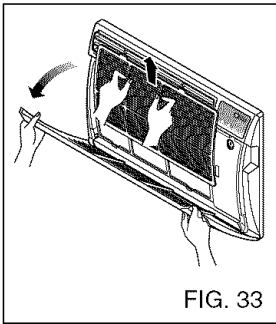

FIG. 33
- Empuje la rejilla de entrada hacia delante y saque el filtro de aire. (FIG. 33)